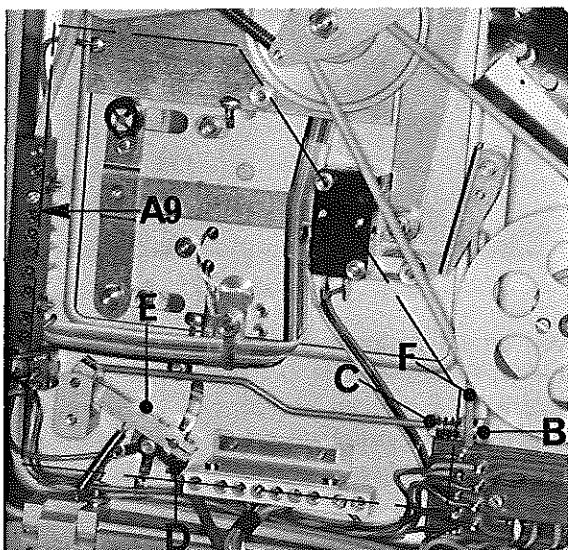
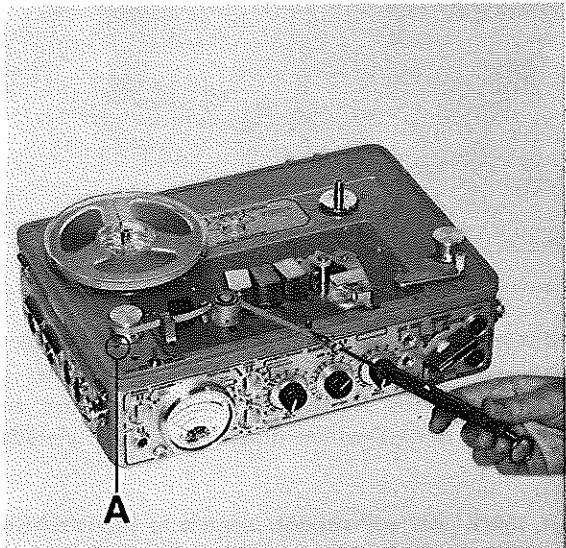

Fig. 10
Fig. 11
Open the recorder, unscrew the shield and remove oscillator circuit A9 (fig. 10). Turn screw E until the spring fixing nut touches its head. Loosen screw B to obtain a minimum play of 0.2 mm (0.008") between it and bar F when the tension roller is pushed inwards to its fullest extent.
Put a full 5" reel on the recorder, attach the dynamometer to the tape (fig. 11) and switch to PLAYBACK at 7.5": pull on the dynamometer which should show 55 g (2 oz); adjust by turning nut C (fig. 10). The play between bar F and screw B should remain: readjust screw B if necessary.
When the dynamometer shows 55g (2 oz) the position of the tension roller should allow screw A to be completely visible (fig. 11); adjust this position by turning screw E and nut C alternately (fig. 10).
Ouvrir l'appareil, dévisser le blindage et extraire le circuit oscillateur A9 (fig. 10). Faire tourner la vis E jusqu'à ce que l'attache du ressort vienne toucher sa tête. Dévisser la vis B pour obtenir un jeu minimum de 0,2 mm entre elle et la barrette F lorsque le tensiomètre est en butée vers l'intérieur.
Mettre en place une bobine pleine de 127 mm, fixer le dynamomètre à la bande (fig. 11) et passer sur PLAYBACK à 7,5": tirer sur le dynamomètre, qui doit indiquer 55 g; régler en tournant l'écrou C (fig. 10). Le jeu entre la barrette F et la vis B doit subsister: retoucher cette dernière si nécessaire.
La poulie du tensiomètre doit laisser apparaître complètement la vis A (fig. 11) lorsque le dynamomètre indique 55 g; la position se règle en retouchant alternativement la vis E et l'écrou C (fig. 10).
6.2 Brake Tension Roller (fig. 10): this tension roller should also be in the centre of its slot; adjust its position by turning screw B, while immobilising nut C.
6.3 To check this adjustment: remove the tape: each tension roller returns to the rest position and there should be about 0.6 mm (0.025") play between screw B and the bar (fig. 10) and screw D and the lever (fig. 7). If the tension rollers are pushed
6.2 Tensiomètre de frein (fig. 10): la poulie doit également se placer en position médiane; régler en agissant sur la vis B, tout en immobilisant l'écrou C.
Enlever la bande: chaque tensiomètre revient en position de repos, et il doit y avoir un jeu d'environ 0,6 mm entre la vis B (fig. 10) et la vis D (fig. 7) et leurs appuis respectifs. Pousser chaque tensiomètre
The height of the brake tension roller should be adjusted so that when the tape is running it remains in the centre of the mobile guide (at the left of the erase head); loosen screw D (fig. 10) and adjust the height of the roller.